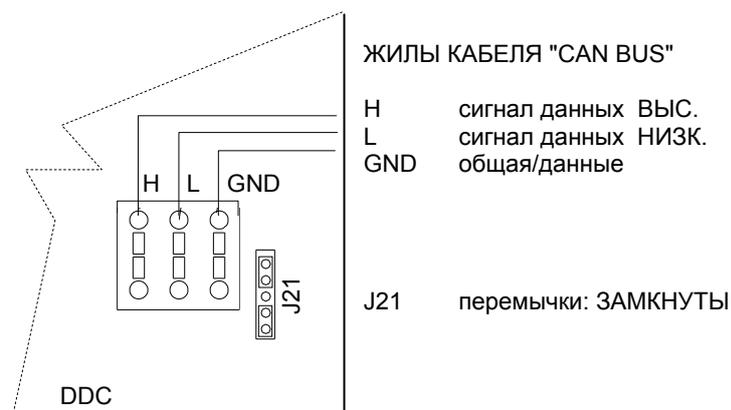

Рисунок 29 – Подсоединение 1 кабеля "CAN BUS" к панели "DDC": панель "DDC" - терминальный узел. Выделены положения жил кабеля "CAN BUS" и перемычек: ЗАМКНУТЫ
- Если панель "DDC" является **терминальным узлом** сети (в оранжевом соединителе имеется 3 жилы): разместить перемычки на панели "DDC" как показано на Рисунок 29: **ЗАМКНУТЫ**.
6. Соединить три цветных жилы с оранжевым соединителем, по схеме, показанной на Рисунок 29, стр. 65.
Соблюдать обозначения L, N, GND, приведенные в Таблица 27, стр. 61, на Рисунок 29 и на схеме панели "DDC" в основании соединителя.